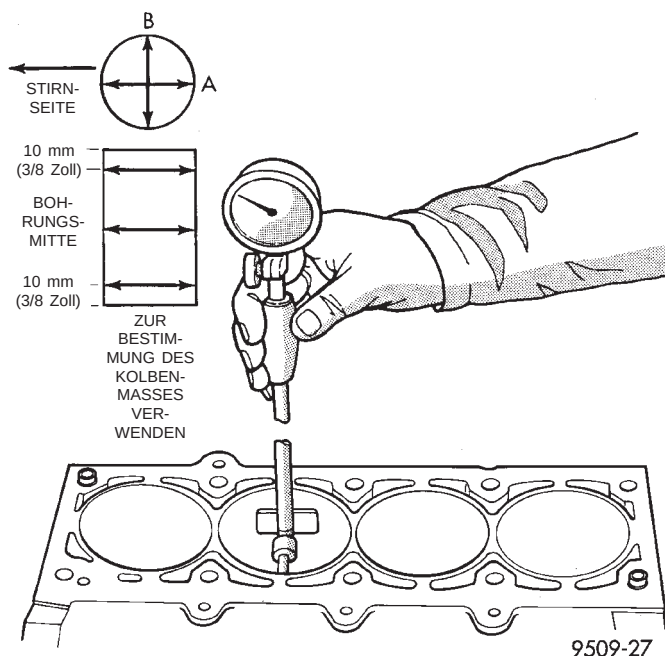
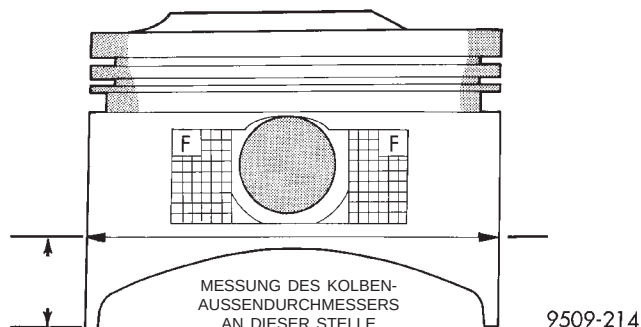
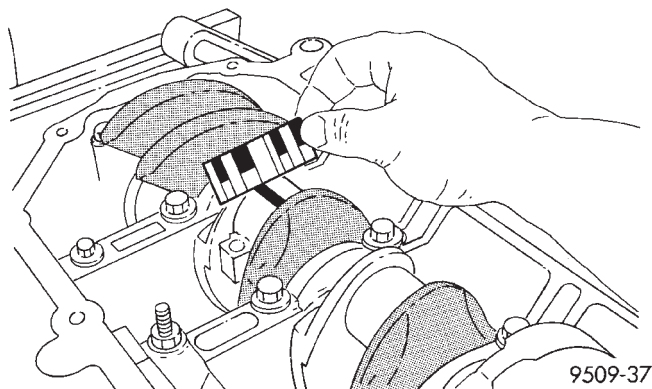

Abb. 2 Prüfen der Bohrungsmaße
Abb. 4 Messungen am Kolben
Abb. 10 Breite des Plastigage-Streifens messen
Bolzenachse und ca. 14 mm (9/16 Zoll) oberhalb des Kolbenhemds messen. Siehe (Abb. 4). Bohrungen in Bohrungsmitte und quer zur Kurbelwellen-Mittellinie messen. Siehe (Abb. 2). Zu den Sollwerten siehe (Abb. 3). Ein korrektes Kolbenspiel ist Voraussetzung für einen ruhigen Lauf und wirtschaftlichen Betrieb des Motors.
(1) Kurbelwelle drehen, bis das zu prüfende Pleuel sich in unterster Stellung befindet.
(2) Ölfilm von der zu prüfenden Oberfläche entfernen. Das Plastigage ist in Öl löslich.
(3) Plastigage über die gesamte Breite der Lagerschale legen (Abb. 2). Plastigage ca. 6,35 mm (1/4 Zoll) zur Lagerschalenmitte versetzt auflegen; die Ölbohrung muß freibleiben (Abb. 10). Andere evtl. schadhafte Bereiche können ebenfalls mittels Plastigage geprüft werden.
(4) Kurbelwelle drehen, bis das zu prüfende Pleuel sich in Richtung OT zu bewegen beginnt. Erst danach den Pleuellagerdeckel mit aufgelegtem Plastigage montieren. Vorgeschriebene Anzugsmomente beachten. **Kurbelwelle nun NICHT mehr drehen, da sonst das Plastigage verschmiert und das Meßergebnis verfälscht werden kann.**
(5) Lagerdeckel abbauen und Breite des gequetschten Plastigage mit der metrischen Skala (Abb. 10) auf der Verpackung vergleichen. Den Streifen ermitteln, dessen Breite am ehesten mit der des Plastigage übereinstimmt. Dieser Streifen gibt das vorliegende Lagerspiel in Tausendstelmillimeter an. Maßabweichungen zwischen den Enden zeigen den Grad der Kegeligkeit an. Alle Lagerspielwerte notieren. Siehe Motordaten. **Die Verpackung des Plastigage enthält gewöhnlich 2 Skalen; eine mit Zoll- und eine mit metrischer Skalenteilung.**
(6) Das Plastigage ist mit verschiedenen Skalenbereichen erhältlich. Der Skalenbereich zwischen 0,025 und 0,076 mm (0,001-0,003 Zoll) wird in der Regel zur Messung des Motorlagerspiels verwendet.